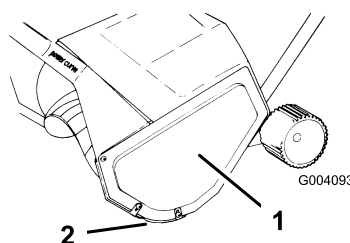

Figure 14
Remarque: Si vous ne parvenez pas à déposer l'arbre en tenant la fraise, déposez le capot gauche et le patin (Figure 14).
- Retirez les 3 vis de fixation du capot gauche au châssis de la souffleuse à neige (Figure 14).
- Retirez les 3 vis de fixation du capot gauche et du patin au châssis de la souffleuse à neige (Figure 14).